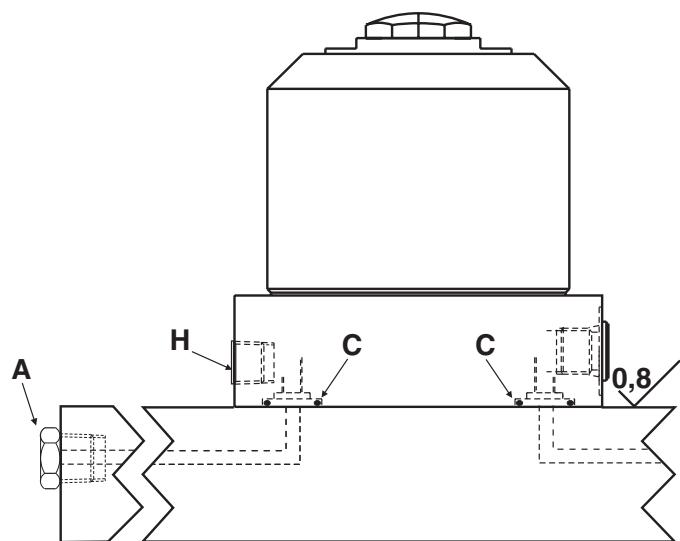

Figure 3 - Aération par l'orifice du bloc foré/raccordement hydraulique
3. Les branchements hydrauliques peuvent se faire sur l'orifice latéral ou sur celui du bloc foré. Si les branchements sont effectués sur l'orifice du bloc foré, le bouchon fileté et le joint en cuivre doivent d'abord être retirés de l'orifice (article D). Lubrifier légèrement le joint torique (article C) fourni et l'installer dans la noyure du pourtour de l'orifice avant de monter et de boulonner le support de travail (voir la figure 3). Veiller à ce que le joint torique ne soit ni pincé ni endommagé durant le montage car des fuites pourraient se produire. Pour s'assurer que le bloc foré ne présente pas de fuites, la tolérance de planéité de la surface de montage de la machine doit être de 0,08 mm (0.003 po) et une rugosité moyenne (R_a) de 0,8 µm (32 µpo) maximum.
2. L'aération peut également se faire par l'orifice optionnel du bloc foré (voir la figure 3).